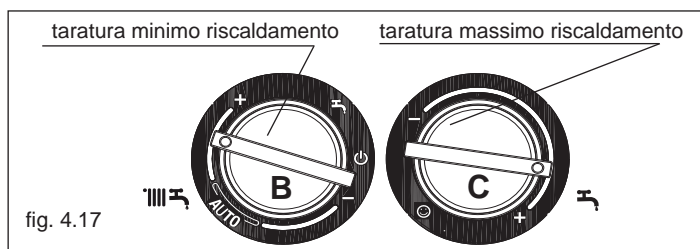

fig. 4.17
- ruotare la manopola di regolazione temperatura acqua riscaldamento B (fig. 4.17) fino a raggiungere il valore di minimo riscaldamento come indicato nella tabella multigas
- ruotare la manopola di regolazione temperatura acqua sanitario C (fig. 4.17) fino a raggiungere il valore di massimo riscaldamento come indicato nella tabella multigas